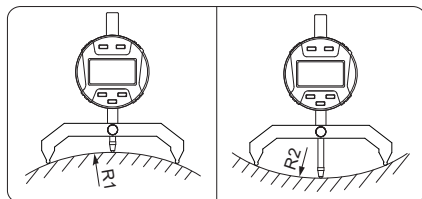

fig. 1
1. O medidor pode ser usado para medir o raio (R1, R2) de arcos internos e externos. O visor é conforme a fig. 1.